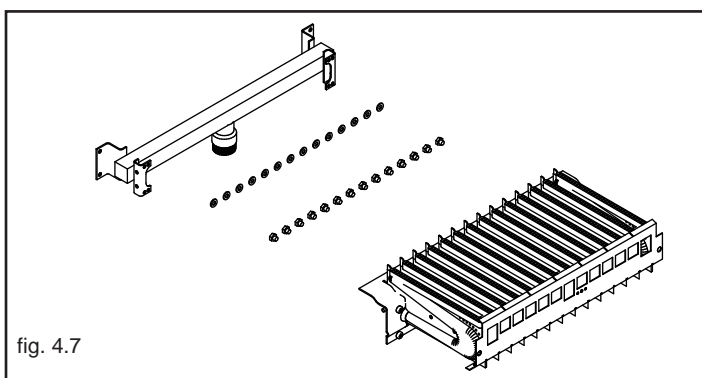

fig. 4.7
- utilizzando una chiave a tubo o a forchetta, rimuovere gli ugelli e le ranelle e sostituirli con quelli presenti nel kit (fig. 4.7)